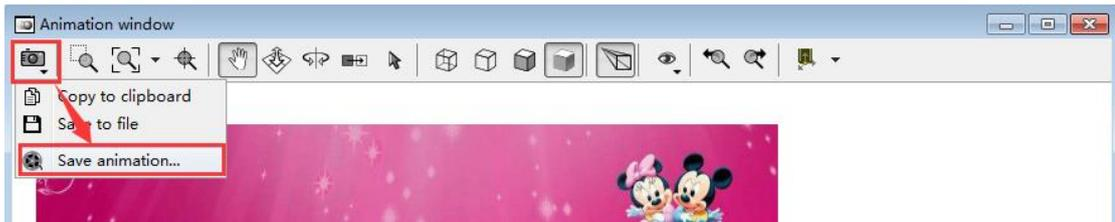

图 011-1 设置保存动画 1
1、在计算前，点击动画窗口左上角“照相机”图标，选择 **Save animation**，如图 011-1。